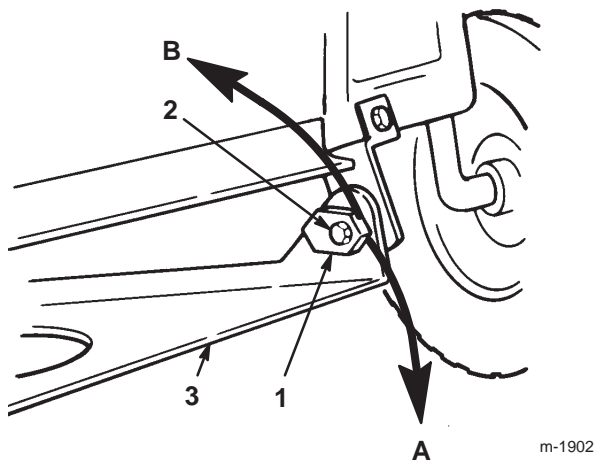

Figure 46
15. Réglez l'inclinaison avant/arrière en tournant les écrous spéciaux situés de part et d'autre du pivot de plateau (Fig. 46).
16. Vissez lentement l'écrou de réglage d'inclinaison gauche vers le bas pour relever l'avant de la machine (Fig. 46). Tournez l'écrou de réglage jusqu'à ce que l'avant du plateau soit de 6 à 16 mm plus bas que l'arrière.